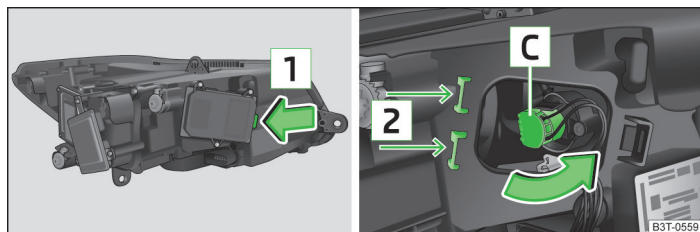

Fig. 207 Phares au xénon : Remplacement de l'ampoule du feu de route
- Déverrouillez le cache dans le sens de la flèche **1** » fig. 207.